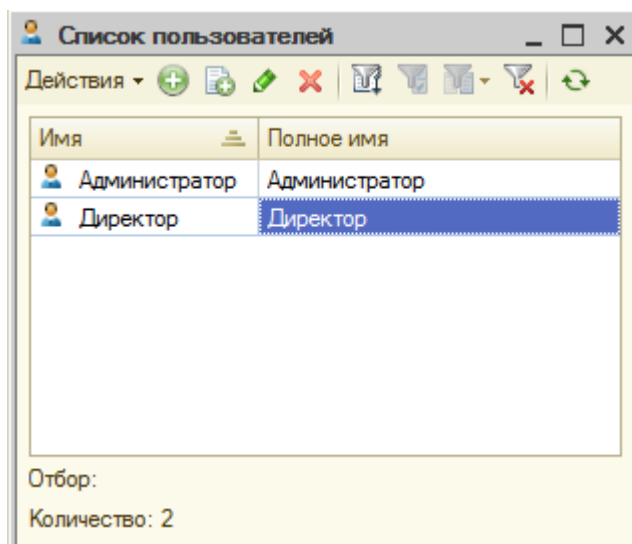

Рисунок 2.14- Список пользователей
2.4 Добавим в список второго пользователя, дадим ему имя **Директор**, на закладке **Прочие** установим среди доступных ролей роль **Сотрудник**. В итоге окно **Пользователи** примет такой вид, Рисунок 2.14.